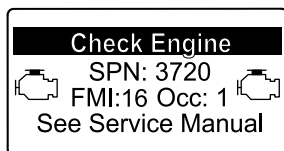

Figura 53
- Aviso do motor SPN 3720, FMI 16 (Figura 53)